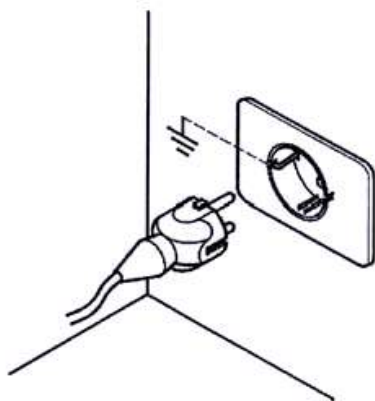

Рисунок 17.
- Подключить отопительную установку к заземленной розетке. (Рисунок 17),